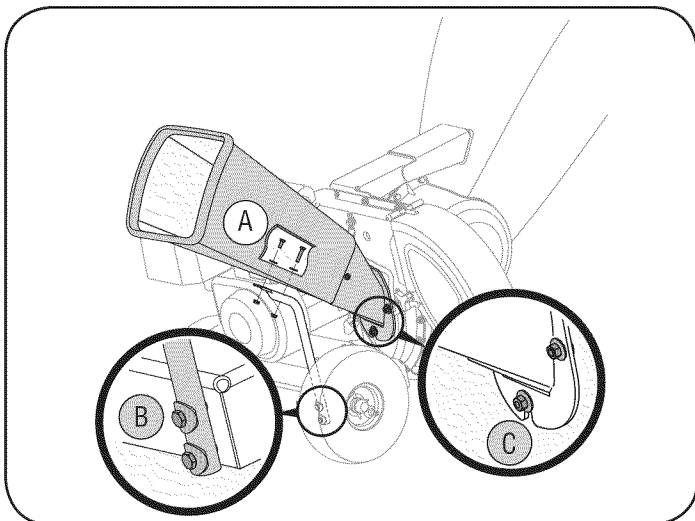

Figura 7
- A. Ponga en línea los agujeros del canal con los agujeros de la parte superior de la traba y una la misma al canal de la cortadora con los elementos de ferretería previamente retirados. Las arandelas llanas deberían ser colocadas bajo las cabezas de cerrojo y contra la superficie interior del plástico chipper tolva. Ajuste bien. Vea la Figura 7.